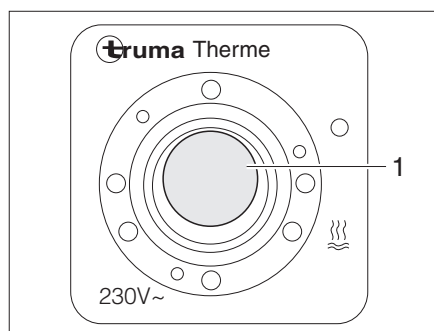

Fig. 122 Interruttore di comando per scaldacqua
Con l'interruttore di comando (Fig. 122) si inserisce la modalità di funzionamento elettrico. La spia di controllo (Fig. 122,1) nell'interruttore deve accendersi.
- Inserire l'interruttore di comando (Fig. 122). La spia di controllo (Fig. 122,1) nell'interruttore si accende.
- Spegner l'interruttore di comando (Fig. 122). La spia di controllo (Fig. 122,1) nell'interruttore si spegne.
- Spegnerne l'interruttore di comando (Fig. 122). La spia di controllo (Fig. 122,1) nell'interruttore non si accende.